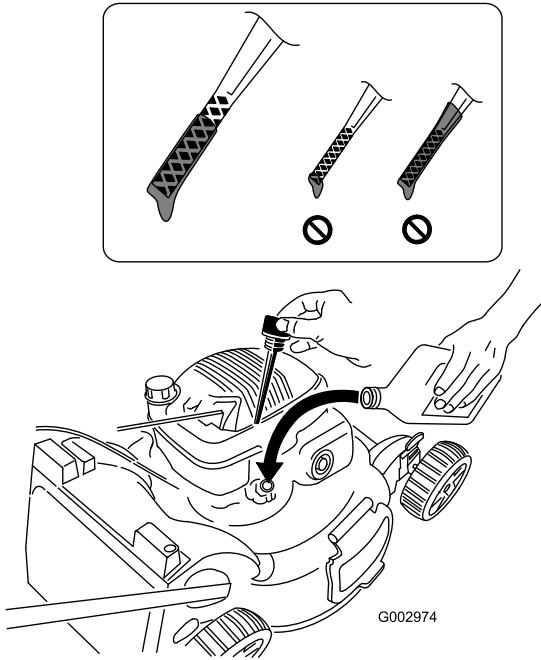

Figura 40
5. Vierta aceite **lentamente** por el tubo de llenado de aceite, comprobando el nivel con la varilla de vez en cuando, hasta que la varilla indique que el motor está lleno, tal como muestra Figura 40. **No llene demasiado.** (Capacidad máxima: 0,55 l, tipo: SAE 30W, aceite detergente con clasificación de servicio API SH, SJ, SL o superior.)
Nota: Cada vez que compruebe el nivel de aceite, retire la varilla y límpiela, introdúzcala en el cuello de llenado de aceite (sin enroscarla), luego retírela de nuevo y compruebe el nivel (Figura 40).